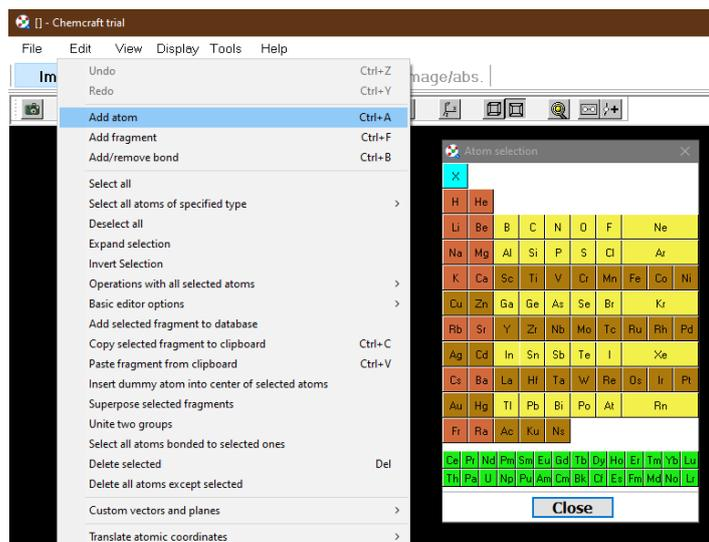

Рис. 1. Выбор атома
2. Построить молекулу в программе. Выбрать Edit/Add atom, вылетит таблица Менделеева, щелчком выбираем нужный атом и левой кнопки мыши щелкаем по полю программы, у нас появляется выбранный атом, как показано на рис. 1. Чтобы добавить или удалить связь, выделить атомы и нажать комбинацию клавиш Ctrl+V.